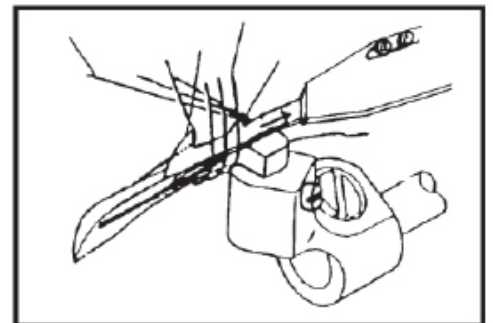

Рис. 46-3
3. Когда движущийся нож перемещается вправо, правый крючок подвижного ножа должен зацепить игольную нить, а левый крючок должен зацепить нить петлителя, чтобы одновременно тянуть их вправо (см. Рис. 46-3)